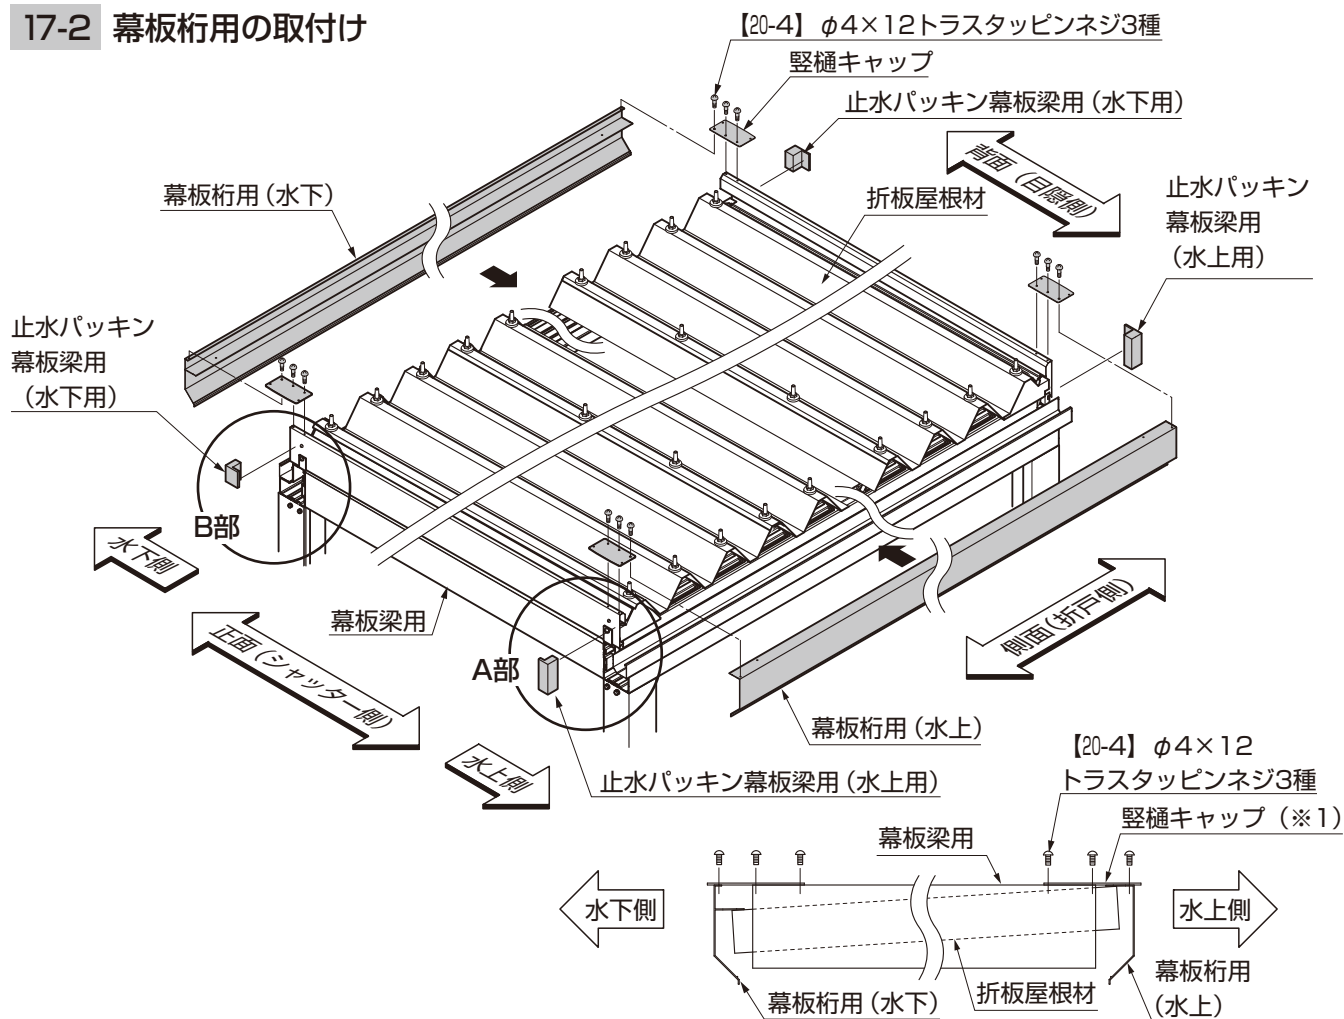

図17-1 縦樋キャップの取付け
- 幕板桁用（水上）・幕板桁用（水下）の取付け位置を確認してください。（図17-1参照）